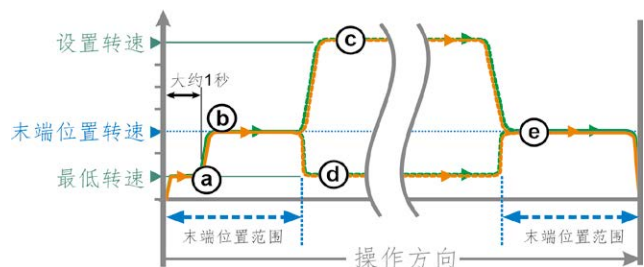

图1：末端位置速度 - 正常
- 从末端位置的最低转速，在大约1秒时间内（如图1中曲线a所示）切换到末端位置转速，参见曲线b；